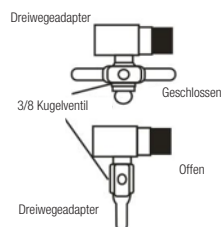

Abbildung A-3
3. Installieren Sie das 3/8" Metallkugelventil auf dem Speisewasseradapter (Dreiwegeadapter) mithilfe eines Teflonbandes, sodass dies sich leicht bedienen lässt (Abbildung A-3).